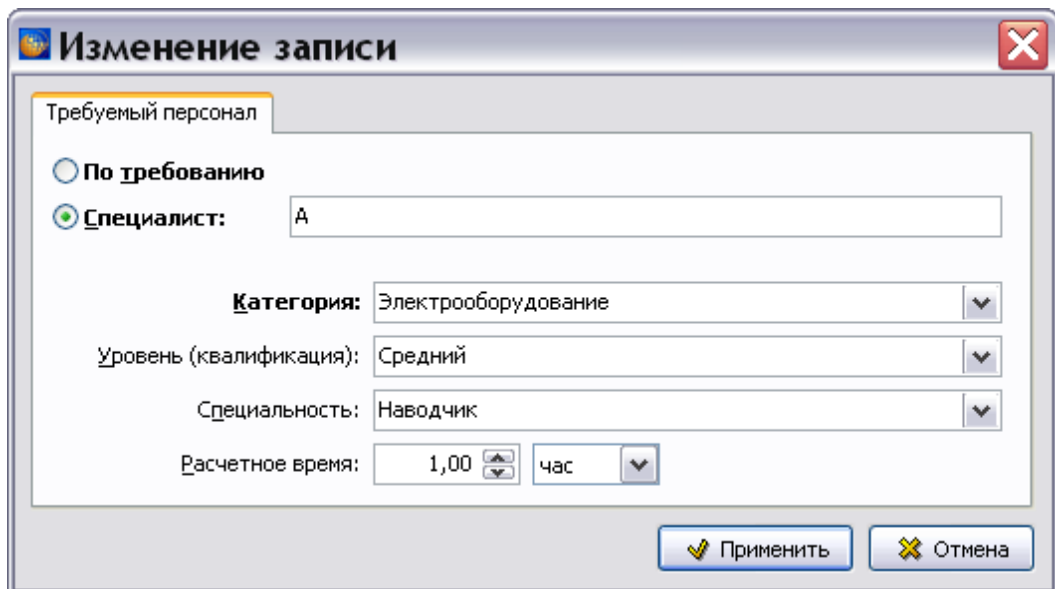

Рисунок 859
5) Выберите уровень (квалификацию) специалиста, специальность и расчетное время выполнения им задачи из предлагаемых списков (рисунок 859). Данные поля являются необязательными для заполнения. Параметры **Уровень (квалификация) специалиста** и **Специальность** выбираются из справочников, которые можно обновлять и редактировать так же, как справочник категорий.